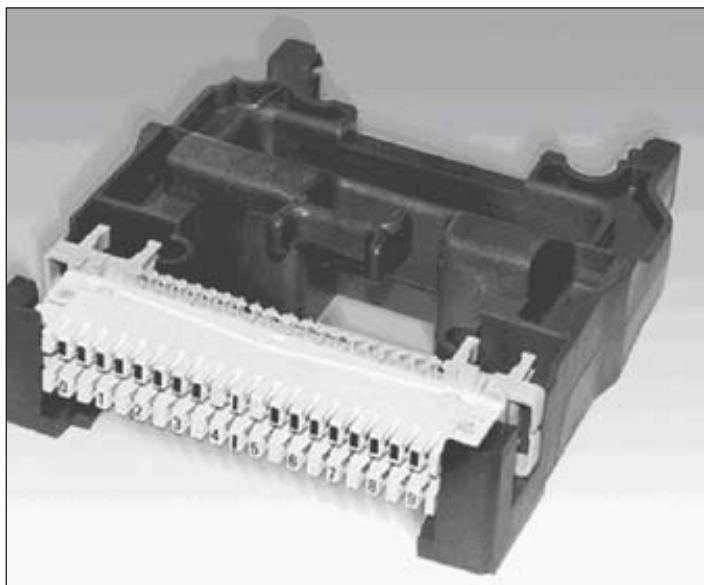

Рис. 3.3. Универсальное монтажное приспособление (УМП) LSA-PLUS компании KRONE
3.4.7. Для формирования технологического запаса необходимой длины при врезке жил используют универсальное монтажное приспособление (УМП) LSA-PLUS компании KRONE (рис. 3.3).